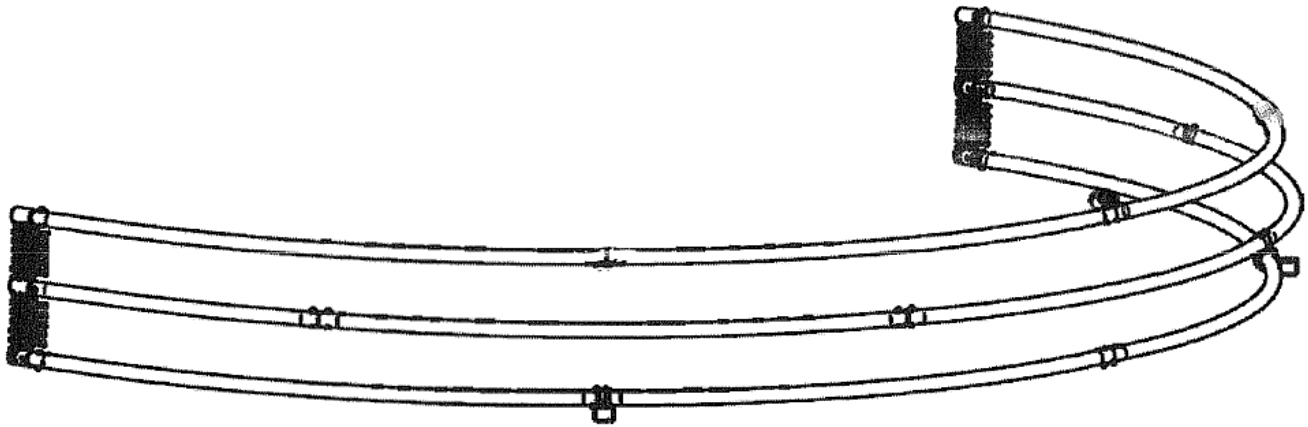

Abbildung 6.
Der so gebildete Halbbügel wird auf mittlere Gelenkbolzen (Abb. 6) aufgesetzt und durch Stifte (L) gesichert.